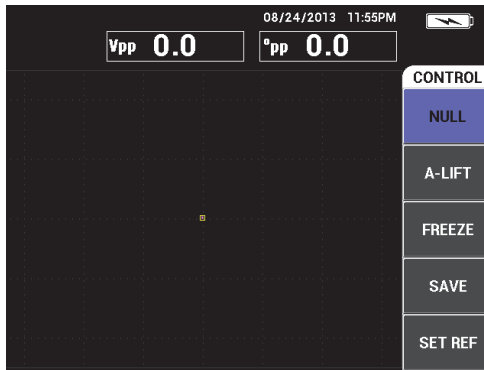

Figura 4-9 Controles exibidos no lado direito do aparelho
3. Gire o botão para selecionar **ON** e, em seguida, pressione a tecla de menu MAIN FILTER (  ) para exibir os controles do lado direito do aparelho (veja Figura 4-9 na página 87).